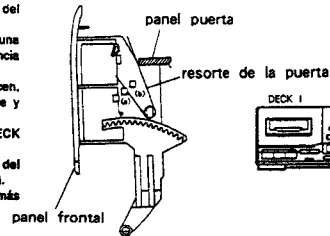
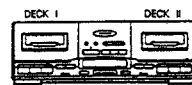

Fig. 6-2
Fig. 6-3
1. Cuando monte el panel frontal, fije el resorte de la puerta en la posición (a) de acuerdo con la fig. 6-2 y ponga de pie y recto el conjunto del panel delantero tal como muestra la Fig. 6-3.